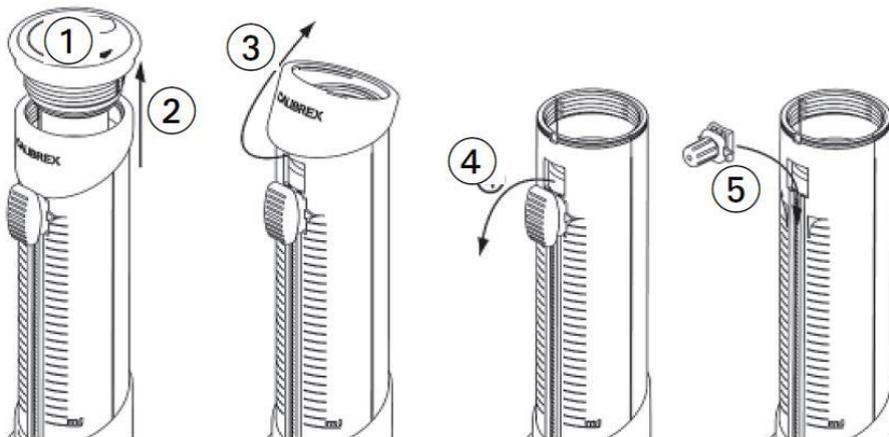

Fig.9 分注容量調整つまみ交換
- ① プランジャーヘッドを反時計方向に回し取外します(Fig.9 ①)。プランジャーを引き抜きます。(Fig.9 ②)
- ② 上部カバーの手前側を斜め上方向に引き上げ、取外します。(Fig.9 ③)
- ③ スライドカーソルを最上部まで移動させ取外します。(Fig.9 ④)
- ④ 分注容量調整つまみを挿入し、最下部まで移動させ、つまみを時計方向に回して固定します。
- ⑤ 上部カバーを元の通り取付けます。
- ⑥ プランジャーを挿入し、プランジャーヘッドを時計方向に回して固定します。
- ⑦ 分注容量を調整する際は、つまみを反時計方向に回してから設定位置までつまみを移動させ、つまみを時計方向に回して固定します。